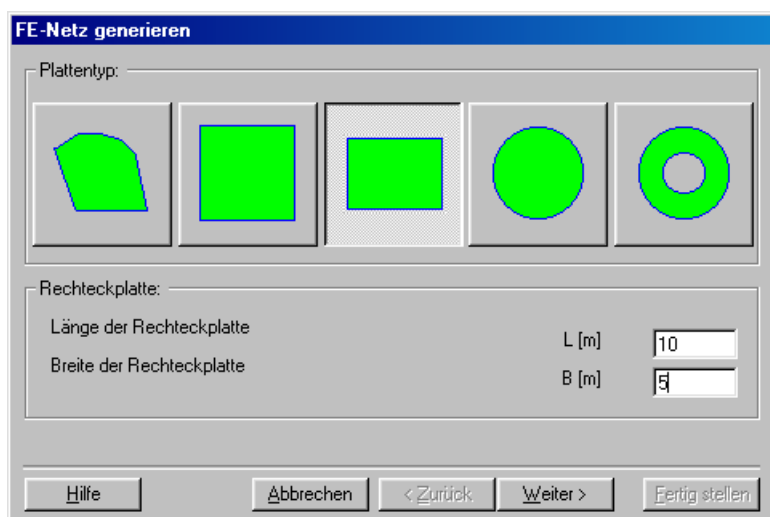

Bild 7-7 Auswahl von Netzschablonen
- Wählen Sie "FE-Netzdaten" aus dem "Daten"-Menü des *ELPLA-Daten*-Fensters. Eine Auswahl von Schablonen verschiedener Netzformen erscheint (Bild 7-7)